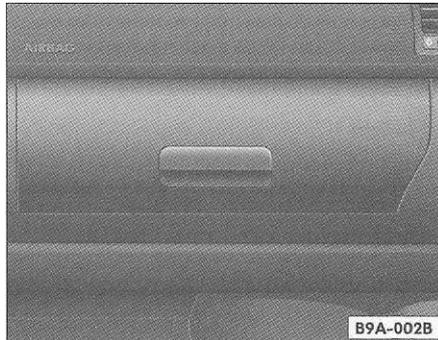

Fig. 70 Lado do passageiro: porta-luvas
- Para abrir o porta-luvas, puxe a alavanca de abertura => fig. 70.